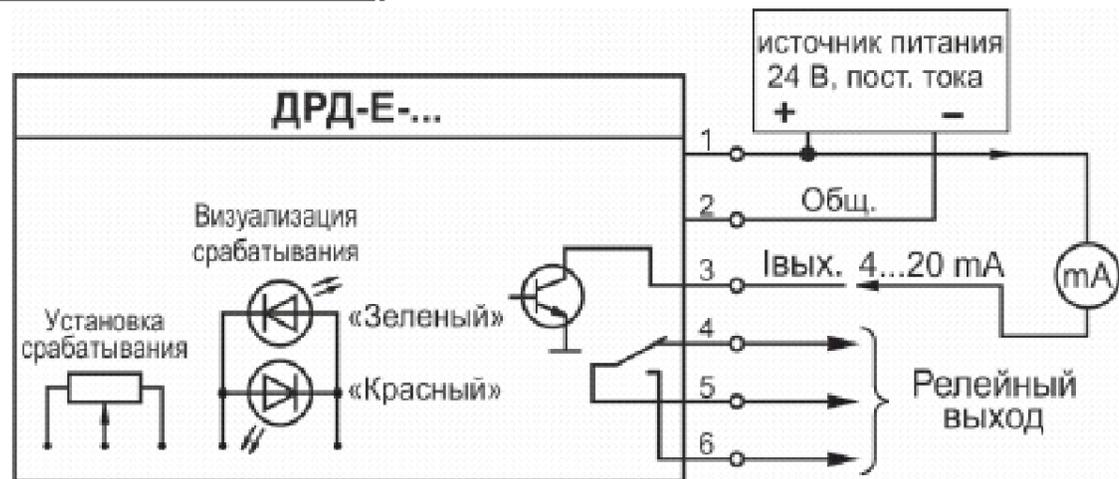

Рис. 26-6. Схемы подключения датчика-реле давления электронного типа с токовым и релейным выходами.
9. Электрические провода подключаются к контактам датчика согласно схемы ниже (рис. 26-6). Подключение должно производиться в соответствии с цветовой маркировкой проводов кабеля.